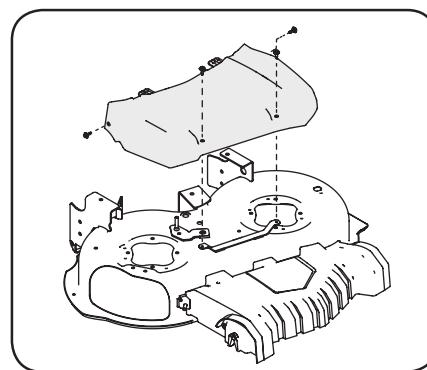

Figura 4-7
3. Coloque un bloque de madera entre el deflector del alojamiento central de la plataforma y la cuchilla de corte para evitar que la cuchilla gire cuando se afloje la tuerca de brida hexagonal de la cuchilla. Vea la Figura 4-7.